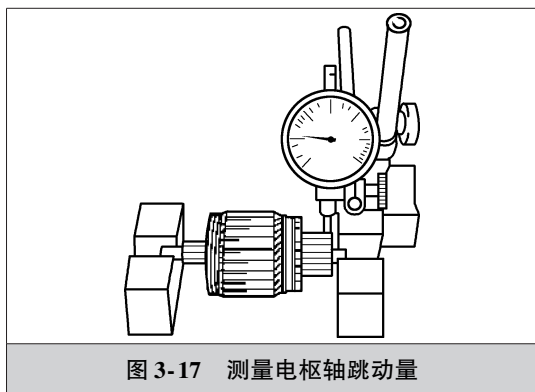

图 3-17 测量电枢轴跳动量
5) 如图 3-17 所示, 将电枢轴放在 V 形块上, 用千分表来测量其跳动量, 规定最大值为 0.1mm。若超过规定的最大值, 应更换电枢轴。注意: 不同车型跳动量标准值有所差异。